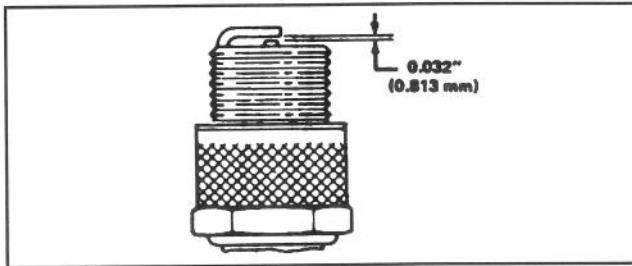

Abbildung 17
- Elektrodenabstand auf 0,81 mm einstellen (Abb. 17). Die auf korrekten Abstand eingestellte Zündkerze mit einer Dichtungsscheibe anbringen und auf 13,6 N·m anziehen.